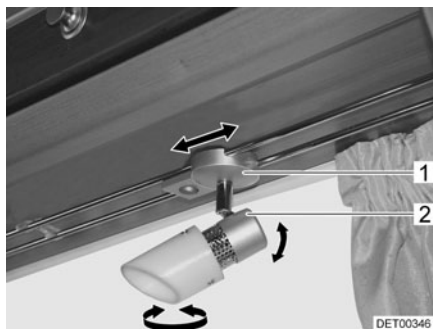

Fig. 57 Spot
- Saisir le boîtier (Fig. 57,2) et le tourner.
- Saisir le support (Fig. 57,1).